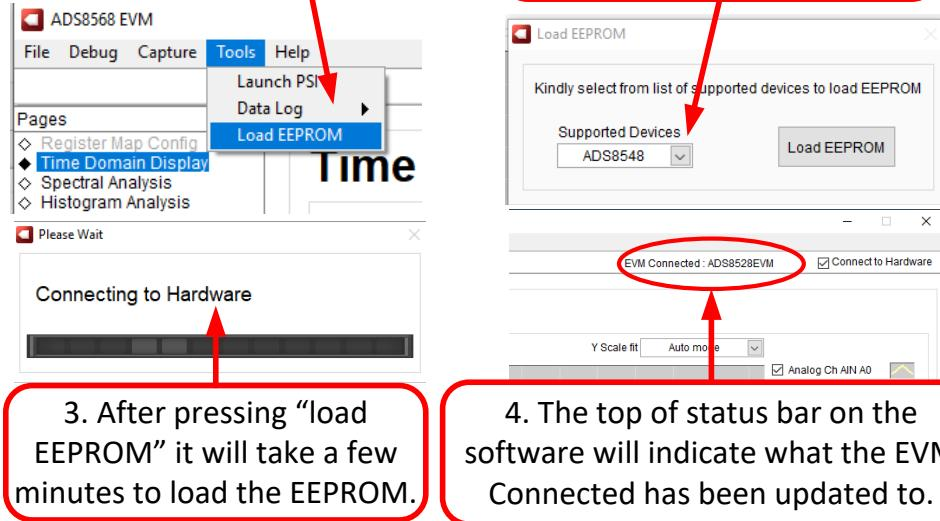

图 7-2. 为新器件配置 EEPROM 和软件
4. 根据当前安装的器件，使用“Tools”菜单“Load EEPROM”。成功完成此过程后，您将根据硬件上安装的器件在软件更新顶部看到状态栏。相关详细信息，请参阅 图 7-2。